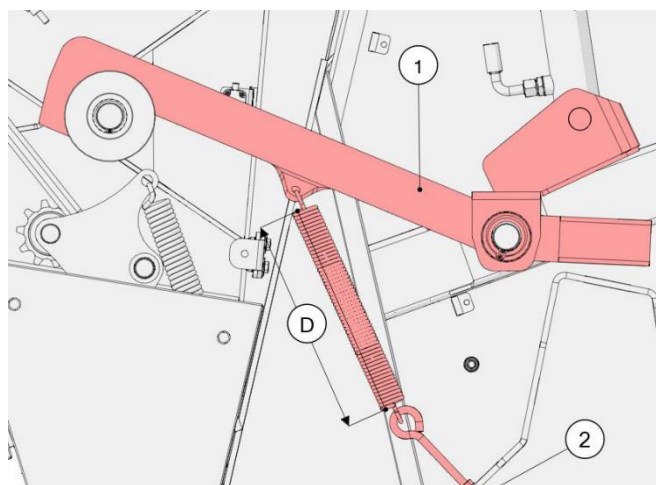

Figura 60. Ajuste del cierre
- Como se muestra en la figura 60, ajuste el cierre (1) girando la tuerca (2) de modo que la distancia $D = 300 \text{ mm}$;